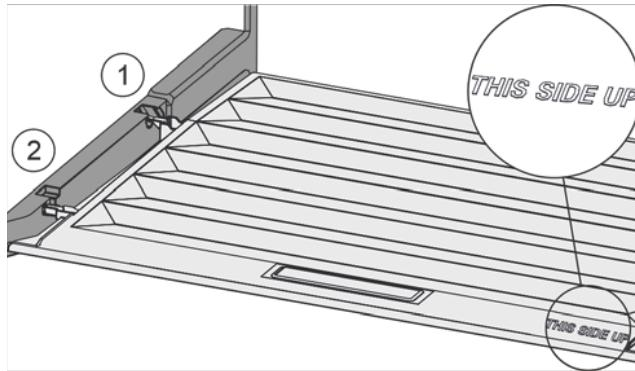

Fig. 74
- Вставить поперечные ребра крышки через отверстие заднего держателя Fig. 74 (1) и защелкнуть спереди в держателе Fig. 74 (2).